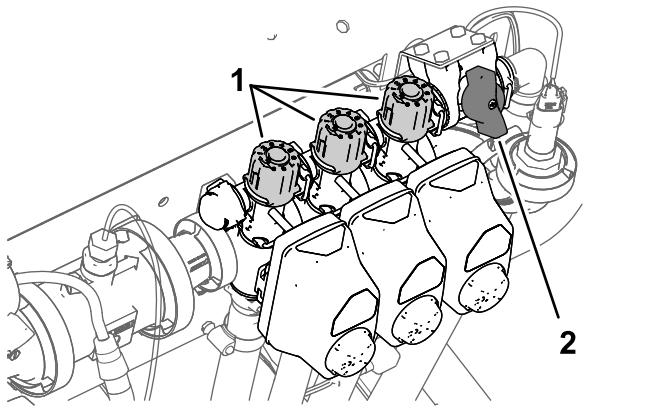

Figura 29
- Desactive el interruptor de la sección izquierda y ajuste el mando de desvío de la sección (Figura 29) hasta que el caudal indicado coincida con el valor anterior, según la tabla.
- Ajuste el mando de desvío de la sección derecha (Figura 29) hasta que el caudal indicado coincida con el valor anterior, según la tabla.
- Ajuste el mando de desvío de la sección central (Figura 29) hasta que el caudal indicado coincida con el valor anterior, según la tabla.